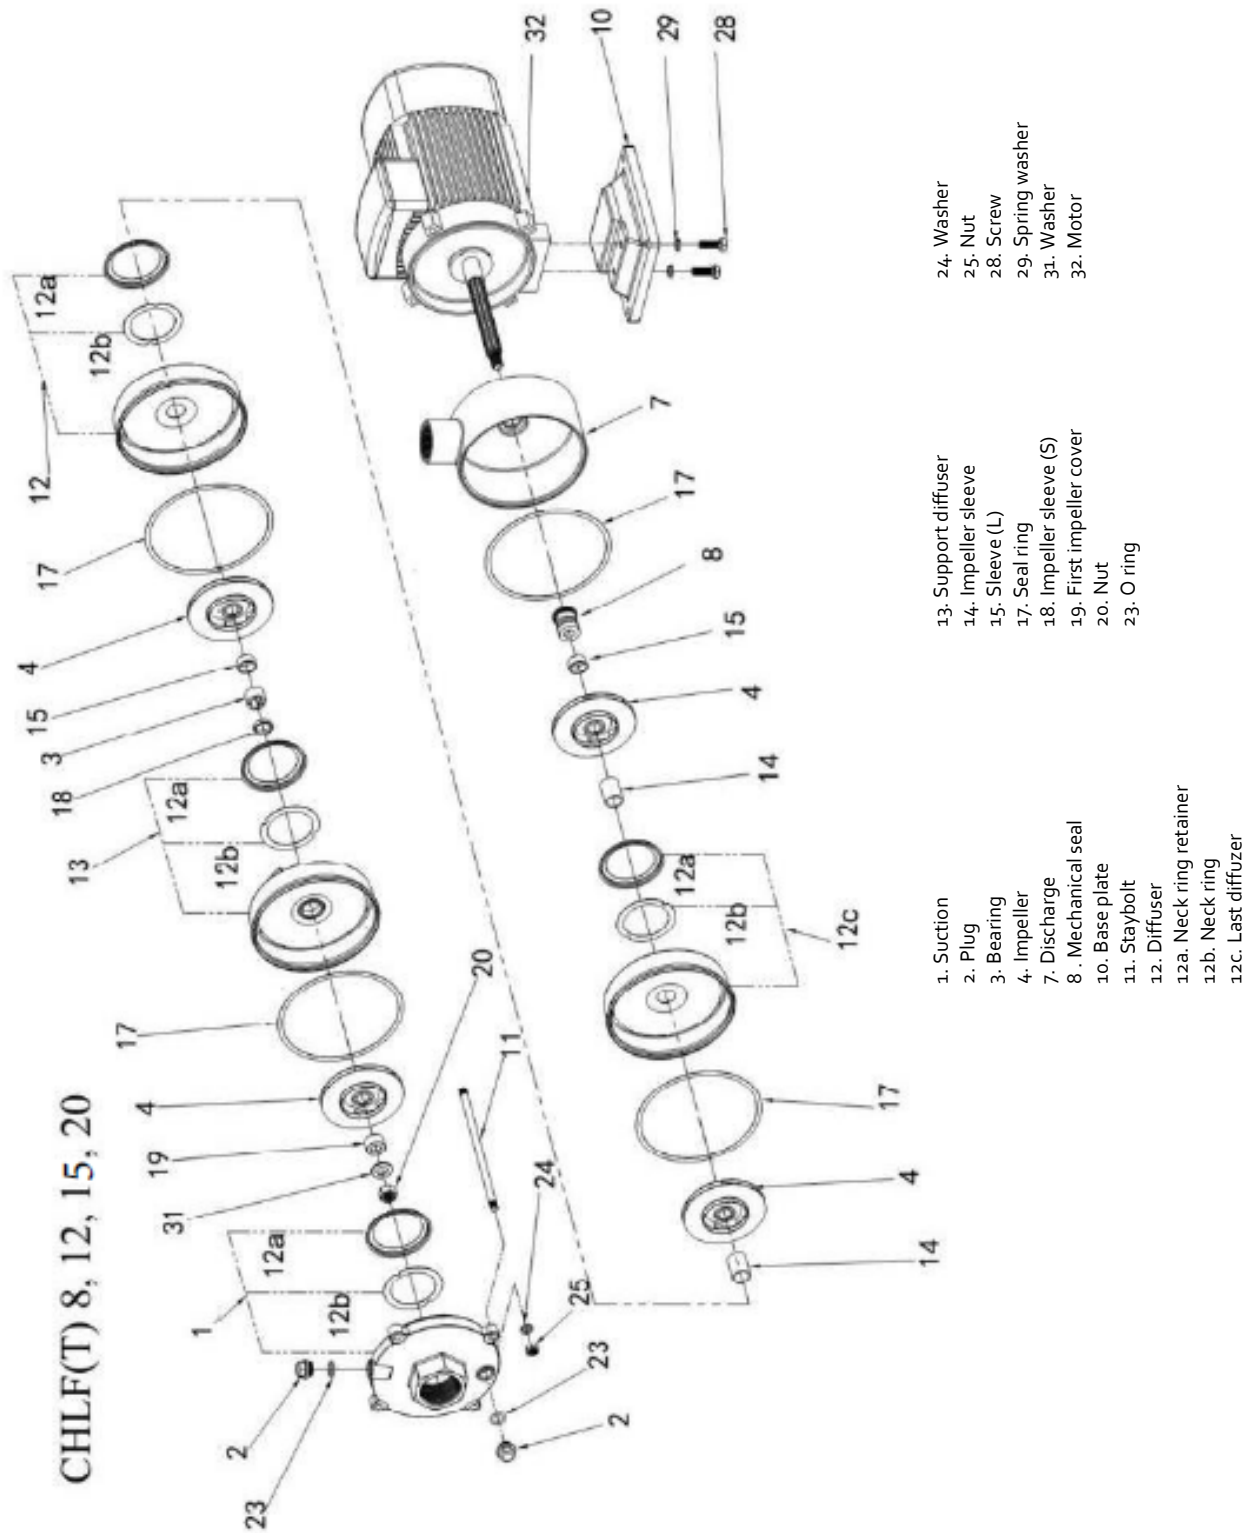

Fig. 12 CHLF(T) 8, 12, 15, 20 pump construction
5.2 Разборка насоса (Рис. 9 – Рис. 12)